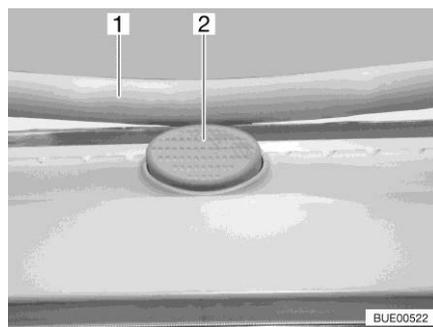

Fig. 108 Botón de seguridad (claraboya Heki)
- Pulsar el botón de seguridad (Fig. 108,2) y tirar el estribo (Fig. 108,1) hacia abajo con ambas manos.
- Presionar el estribo hacia arriba con ambas manos hasta que el estribo se encuentre encima del botón de seguridad (Fig. 108,2).